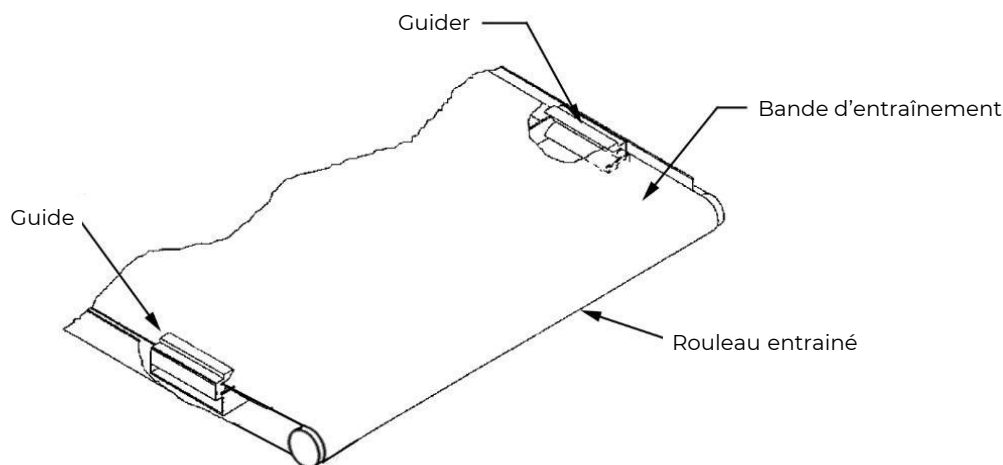

Figure 11-1: Présentation du dessous du convoyeur
6. Sur le dessous de la table du convoyeur, il y a des rainures en U soudées à la table. Le guide est positionné à l'intérieur de la première rainure en U côté entrée de la ponçeuse (Figure 11-1). Le dos du guide est aimanté et se colle contre la paroi de la table du convoyeur. N'installez pas le guide si le bord de la bande d'entraînement est endommagée ou déchirée.